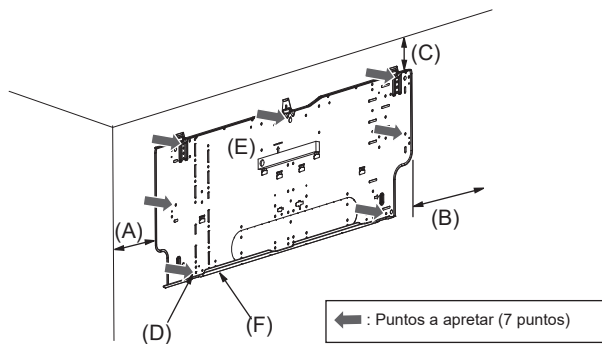

Fig. 3-4
3.2.3. Instalación de la placa de montaje (Fig. 3-4)